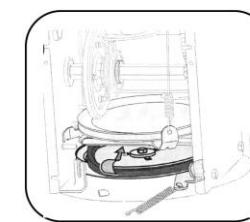

Figure 23
- Enfilez la courroie d'entraînement de la courroie et entre la roue de friction et le disque de la roue de friction. Reportez-vous à la Figure 23.